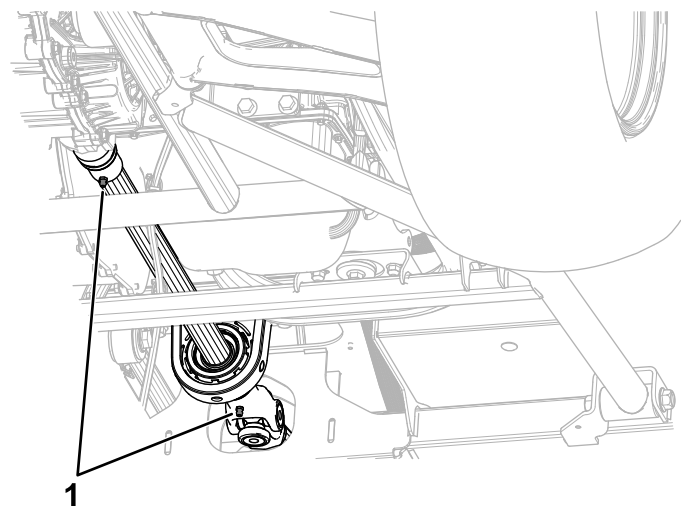

**Figure 58**
- **Arbre de transmission (2)** ; voir Figure 58